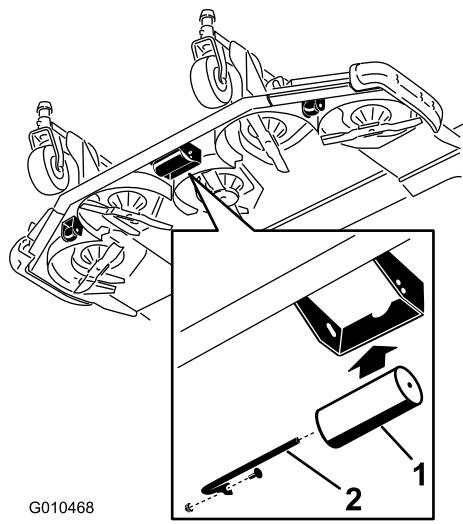

図 30
2. ブラケットの下穴からシャフトを抜き出し、ローラを上穴に合わせてシャフトを取り付ける図 30。